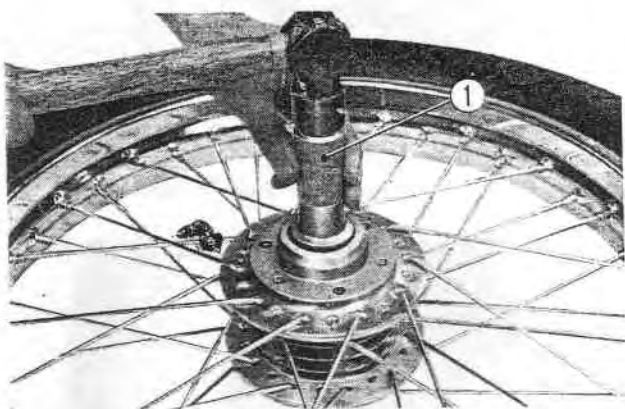

Fig. 13-9 ① Outil de montage du roulement
2. Monter le roulement de roue à l'aide de l'outil de montage référence 07048-30001. (Fig. 13-9)